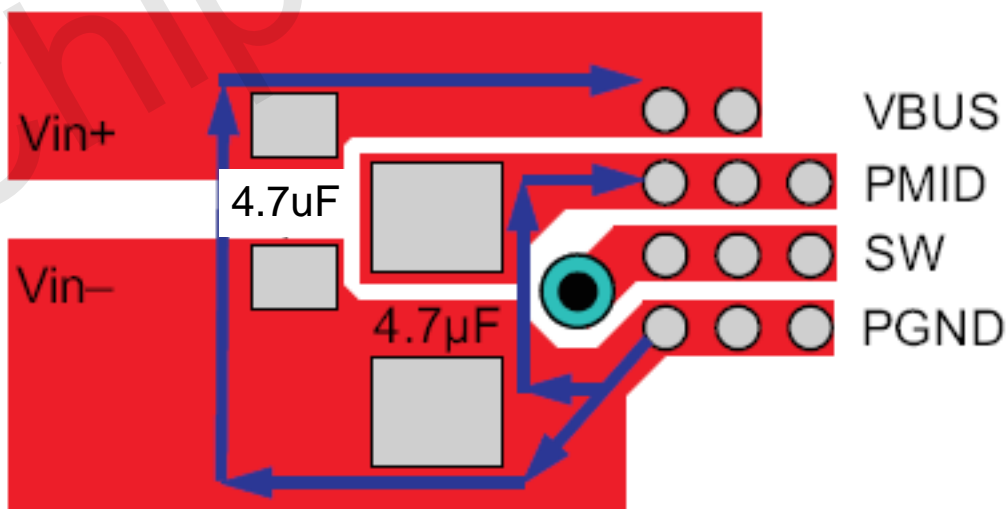

图 27 输入电容位置和 PCB layout 举例
- 7) 尽可能将 PMID 端输入 4.7uF 电容靠近 PMID PIN 和 PGND PIN 之间放置，以最小化高频电流环路面积。同样将 4.7uF 电容尽可能的靠近 VBUS PIN 和 PGND PIN 之间放置。如图 27 所示：